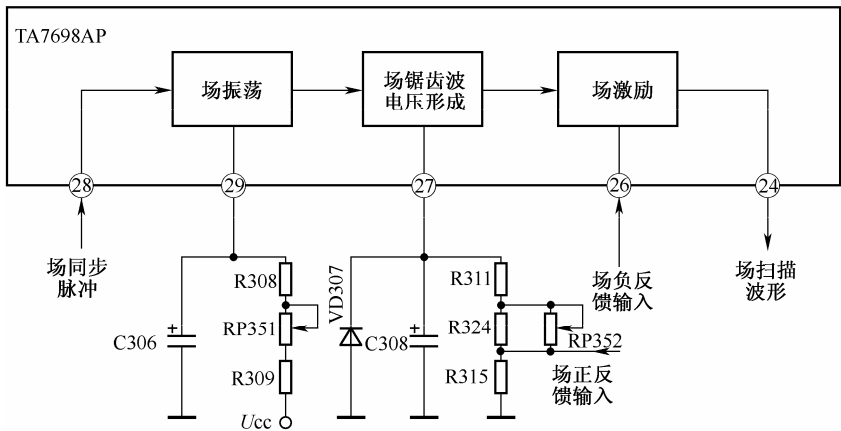
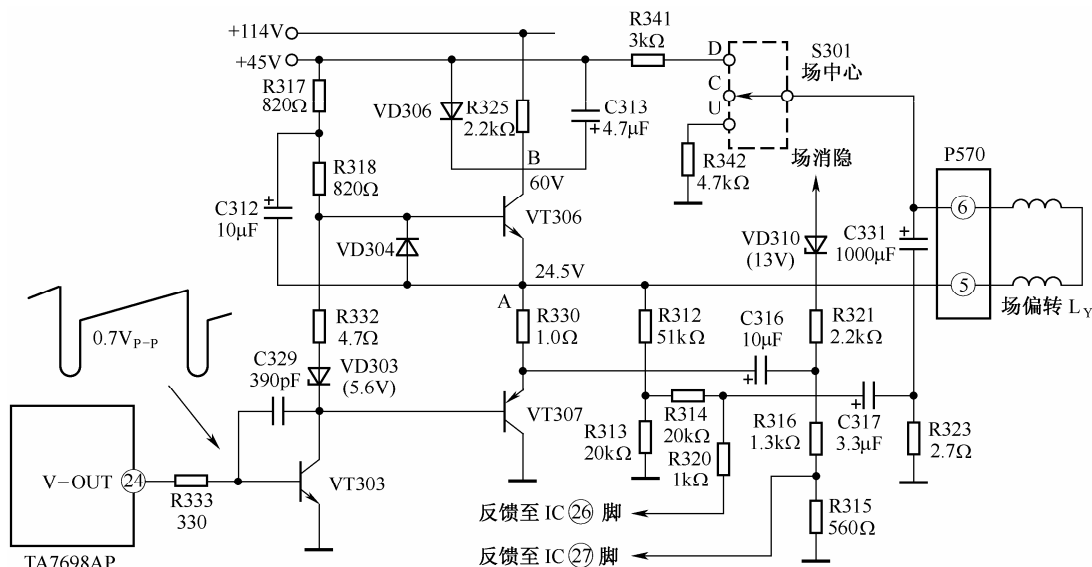

图 3-23 TA7698AP 场扫描小信号电路
图 3-24 场输出放大电路
转为脉冲输出。在图 3-23 中, ②⑨外接 C306、R308、R309、RP351 为场振荡定时元件。场振荡正程时, +12V 电源通过 R309、RP351、R308 给 C306 充电, 场扫描正程时间由 C306 充电时间常数决定; 场振荡逆程时, C306 通过 TA7698AP 内电路放电, 场扫描逆程时间由 C306 放电时间常数决定。调节电位器 RP351, 可改变正程时间, 也就改变了场扫描周期和频率, 因此 RP351 称为场频调节电位器。
在图 3-23 中, ②⑦脚的 C308 为锯齿波形成电容。场频脉冲加至场频锯齿波电压形成电路时, 由内电路给 C308 充电, 形成锯齿波上升段, 即场扫描逆程; 当场频脉冲过去后, C308 上的电压一路通过内电路恒流放电, 另一路通过 R311、R324、RP352、R315 放电, ②⑦脚电压基本上呈线性下降, 形成锯齿波下降段, 即场扫描正程。因此②⑦脚输出场扫描负向锯齿波电压。
在图 3-23 中, 改变 C308 的放电电流可以改变②⑦脚形成的锯齿波幅度, 因此, 调节 RP352 的阻值, 可以改变锯齿波幅度, 从而达到调节场幅的目的。另外, 在实际电路中, 为了改善场扫描的线性失真, 将场输出级的场频锯齿波经 RP352、R324、R311 反馈至②⑦脚, 以改善②⑦脚锯齿波的波形。VD307 为保护稳压管, VD307 在 7.5V 时导通, 以防止②⑦脚电压过高而导致 TA7698AP 内部损坏。
场激励电路的作用是对场频锯齿波电压进行放大和线性补偿, 并输出幅度足够的锯齿波电压送往场输出级。在图 3-23 中, ②⑦脚的负向锯齿波通过集成电路内部加至场激励电路, 进行倒相放大和射极跟随放大后, 由②④脚输出, 去驱动场输出电路。
②⑥脚为交直流负反馈输入端, 反馈来自对场输出的直流电压及场偏转扫描电流进行取样, 由②⑥脚反馈至内电路, 经射极跟随放大后, 与来自②⑦脚的输入锯齿波进行比较, 构成直流电压负反馈和交流电压负反馈; 其中直流负反馈用于稳定静态工作点, 交流负反馈用于场线性补偿。
场输出放大电路的作用是对场频锯齿波电压进行功率放大, 并使场偏转线圈产生锯齿波电流, 同时产生场消隐脉冲送至消隐电路。场输出放大电路是个功率放大器, 通常采用 OTL 放大电路。东芝 TA 两片机场输出放大电路如图 3-24 所示。
由图 3-24 可知, 场输出放大电路有两路信号反馈到前级电路, 一路是交流正反馈, 由 R315、R316 对场输出锯齿波电压进行分压衰减, 再通过 RP342、R324、R311 调节, 叠加在 TA7698AP27 脚锯齿波形成波形上, 以产生预校正电压, 使场线性得到改善。另一路是交流负反馈, 反馈到 TA7698AP26 脚上, 其中直流负反馈由 R312~R314 及 R320 组成, 对 OTL
水平一条亮线故障可能是图 3-23 所示的场扫描小信号处理电路所致, 也可能是图 3-24 所示的场扫描输出电路所致。为了区分, 可采用万用表电阻挡表棒, 在 TA7698AP 的④脚与地之间进行碰触感应, 以注入干扰信号, 若荧光屏有反应, 光栅由水平一条亮线向垂直方向瞬间张开, 说明故障发生在图 3-23 所示电路, 如场振荡停振等; 若荧光屏没有反应, 则故障发生在图 3-24 所示电路, 如 C331、R323 开路等。
由于场扫描电路存在直流负反馈, 使图 3-23 所示电路与图 3-24 所示电路的直流状态相互牵制, 故障检测难度增加。例如, 若图 3-24 中的 R320 开路, 则 TA7698AP 的②⑥脚没有直流反馈电路, ④脚也没有输出直流电压。而④脚无电压又会引起 VT303 截止, 从而导致 VT306、VT307 直流工作点也不正常。检修 TA7698AP 场扫描时, 尤其要注意这一点。
场幅不足的检修。首先检查场输出供电电压是否低于正常值，若低于正常值，则检查场输出电路供电电路；若场供电电压正常，则检查场输出耦合电容是否失效或漏电；若场输出耦合电容正常，则需进一步检查锯齿波形成电路有关定时元件，如锯齿波形成电容放电电阻阻值是否增大。如当图 3-23 中的 R324 开路时，锯齿波形成电容 C308 放电困难，锯齿波电压幅度减小，于是出现如图 3-27 所示场幅窄现象。